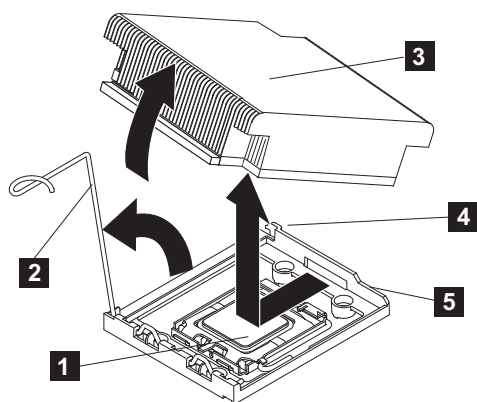

Figura 295. Removendo o dissipador de calor do microprocessador do SAN Volume Controller 2145-CG8 ou 2145-CF8
8. Desconecte todos os cabos que impedem o acesso ao dissipador de calor (**3** na Figura 295) e microprocessador (**1**).